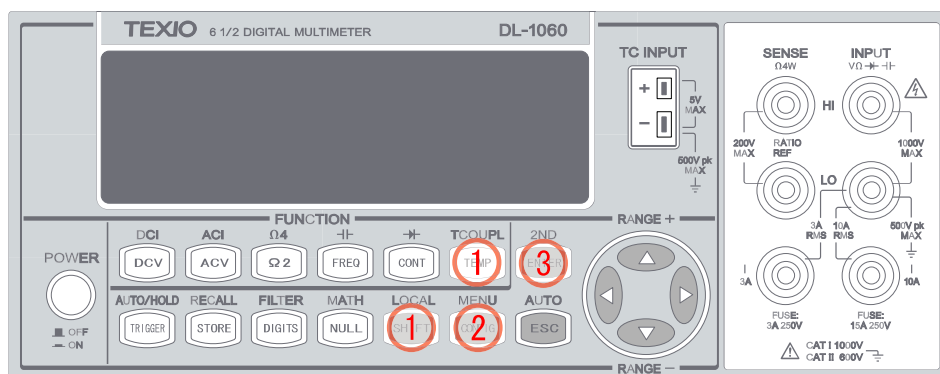

図 3-12
- ① TCOUPL (SHIFT + TEMP) ボタンを押して、熱電対測定を選択します。
- ② CONFIG ボタンを押して、◀・▶ ボタンで設定する項目に切り替えます。
- ③ 熱電対のタイプは “TYPE”、温度の単位は “UNIT” で、それぞれ選択して ENTER を押し決定します。これらの操作は図 3-12 に示します。